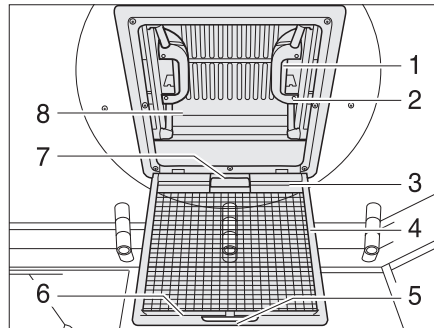

Bild 65 Dachhaube mit Schnappverschluss
- Am Griff (Bild 65,5) ziehen.
- Insektenschutz (Bild 65,4) nach unten klappen.
- Schnappverschluss (Bild 65,1) zur Innenseite der Dachhaube (Bild 65,8) drücken. Gleichzeitig mit dem Griff (Bild 65,2) die Dachhaube nach oben drücken.
- Insektenschutz (Bild 65,4) nach oben schwenken, bis er einrastet.
- An beiden Griffen (Bild 65,2) die Dachhaube (Bild 65,8) kräftig nach unten ziehen, bis beide Schnappverschlüsse (Bild 65,1) eingerastet sind.
- Verdunklungsrollo am Griff (Bild 65,7) ziehen und Hakenleiste (Bild 65,3) in die Halteleiste (Bild 65,6) am Insektenschutz einhängen.
- Hakenleiste (Bild 65,3) von der Halteleiste (Bild 65,6) lösen und Verdunklungsrollo langsam zurückführen.